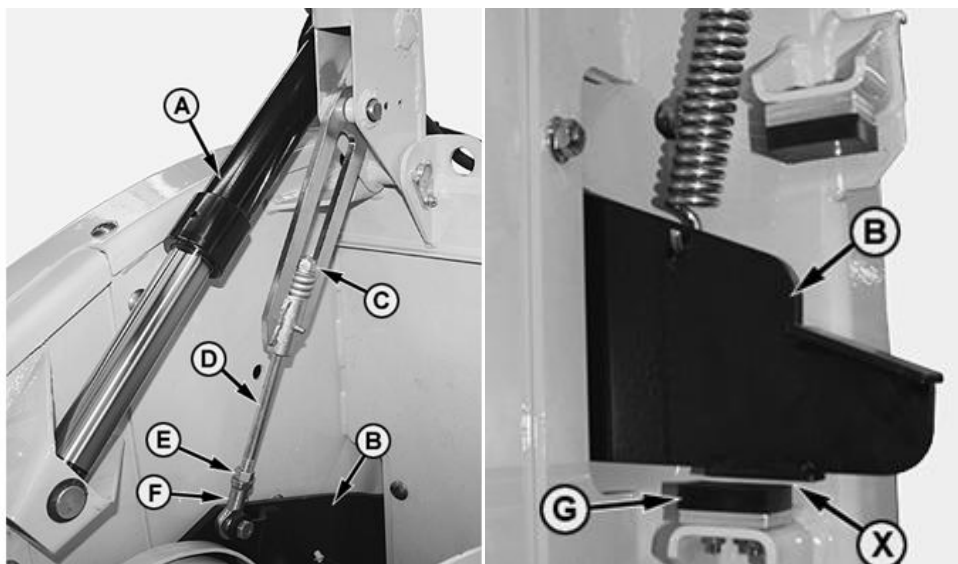

Рисунок 13– Регулировка автоматического подъемника шнека (опция)
Когда цилиндры (А) (рис. 13) полностью выдвинуты, а нормализатор полностью поднят, то рычаг подающего шнека (В) не должен касаться нижнего упора (G). Установите минимальное расстояние (X), равное 3мм.